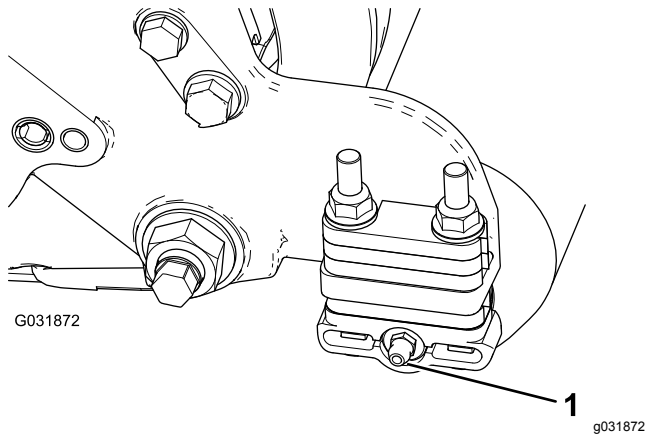

Bild 7
1. Nehmen Sie die Schmiernippel für die Rolle von der Seite der Schneideinheit ab, an der das Rollenbürstengehäuse montiert ist (**Bild 7**).